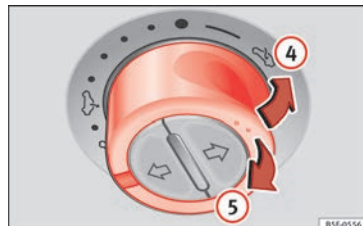

Bild 12 På det inre takfodret: Tryck på knappen och dra i den för att höja och sänka soltak.
- Fälla upp sätet: För brytaren till läge » **bild 12** ④. För ett mellanläge, håll in reglaget tills du når önskat läge.
- Sänka: Dra brytaren till läge » **bild 12** ⑤. För ett mellanläge, håll in reglaget tills du når önskat läge.